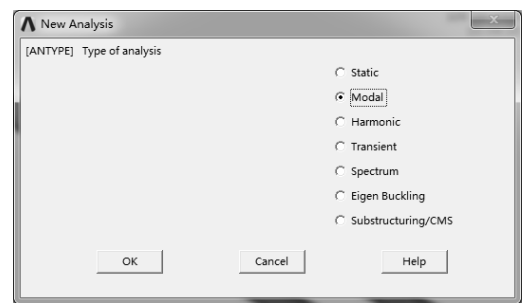

图 7-145 “New Analysis”对话框
1) 选择“Main Menu>Solution>Analysis Type>New Analysis”命令，弹出“New Analysis”对话框，选中“Modal”选项，如图 7-145 所示。单击“OK”按钮确认。